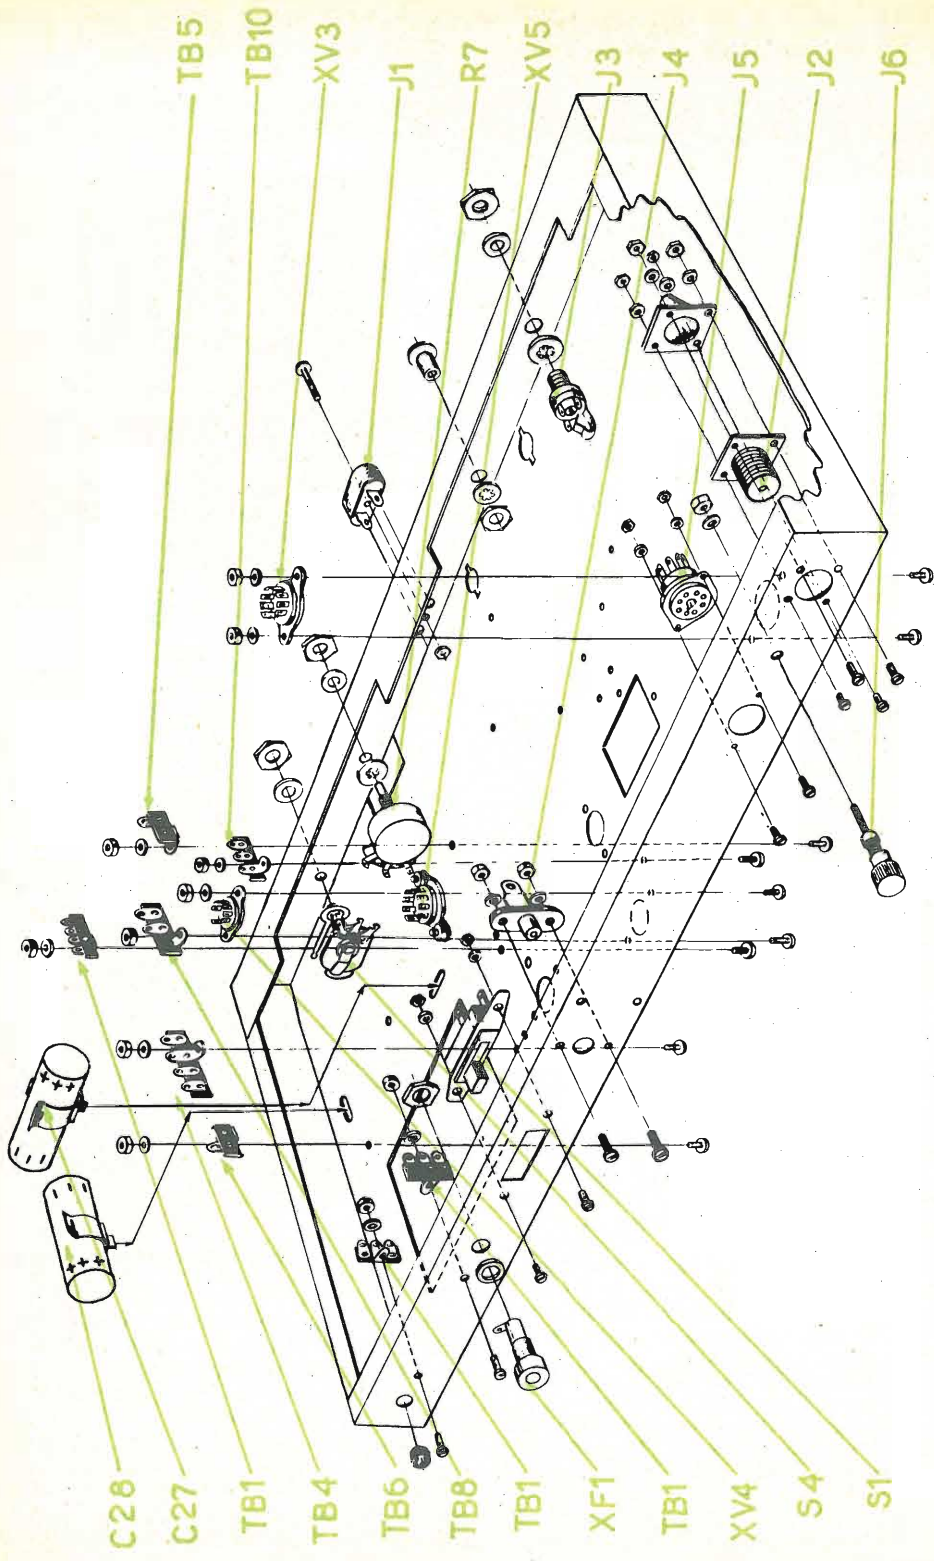

Fig. 1 - Montaggio dei componenti sulla parte inferiore dello chassis.
#### Montaggio dei componenti sulla parte inferiore dello chassis (Fig. 1).
- 8 - Montare il bocchettone d'antenna J2 come da fig. 1, dall'interno del telaio, mediante 4 viti da 4/40, rondelle e dadi. Non stringete le viti. Il coperchietto del bocchettone sarà montato successivamente.
- 18 - Montare i terminali a squadretta TB1, TB4, TB5 e TB10 secondo l'orientamento di fig. 1 e fissarli con viti da 6/32, rondelle e dadi da 6/32.
- 19 - Montare il porta-fusibili XF1 come da fig. 1 infilando la rondella di gomma all'esterno del telaio, sotto la testata del porta-fusibili ed il dado di bloccaggio all'interno. Non stringere eccessivamente a scampo di rottura del supporto isolante.